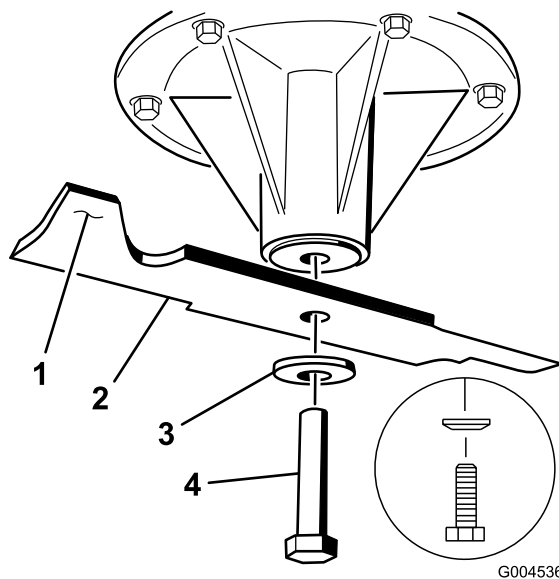

Figura 95
2. Retire del eje el perno de la cuchilla, la arandela curva y la cuchilla (Figura 95).
3. Si la cuchilla no está equilibrada, rebaje algo el metal en la parte de la vela solamente con una lima (Figura 95).